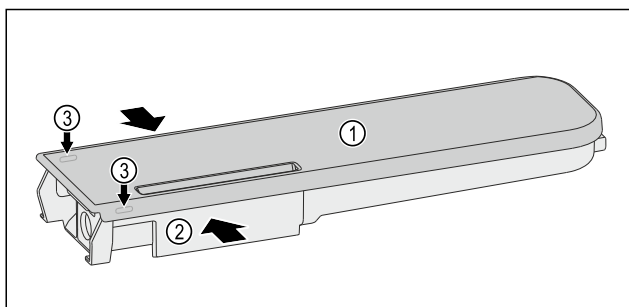

Fig. 224
- ▶ Stlačte nádrž na vodu Fig. 224 (2) k sobě a víko Fig. 224 (1) opatrně vypáchte přes západky Fig. 224 (3) a vytáhněte nahoru.
- ▶ Víkem Fig. 224 (1) pohybujte lehce tam a zpět a sejměte jej nahoru.